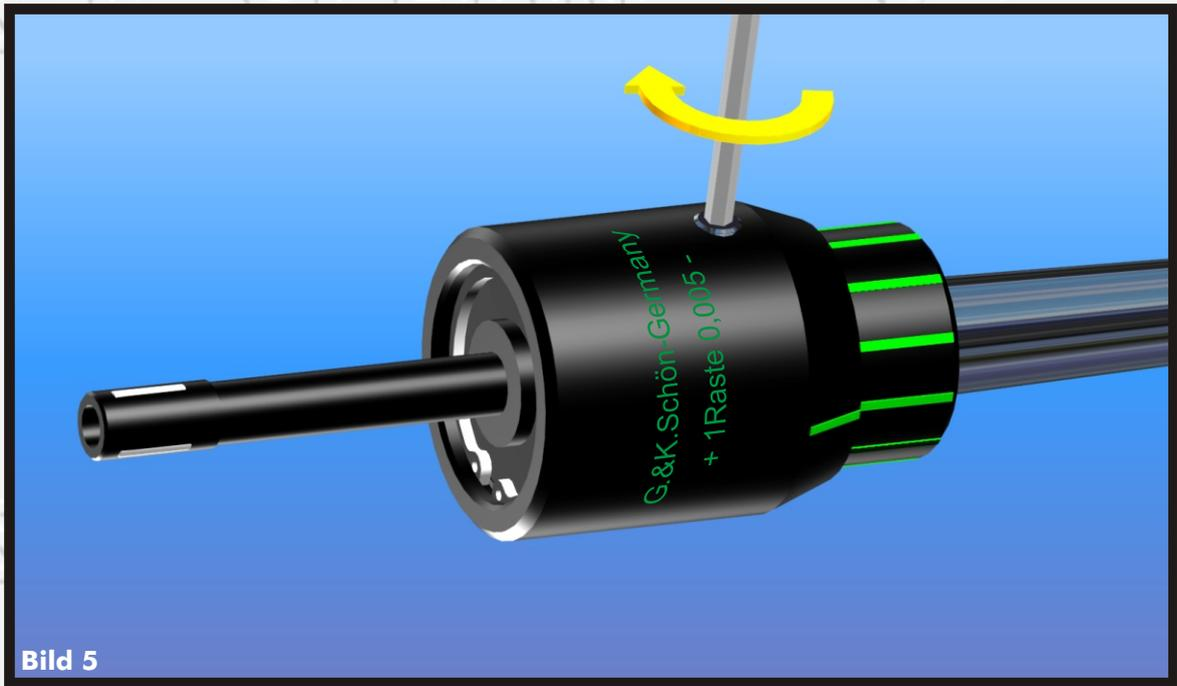

Bild 5
- > Sichern Sie die Einstellung durch Anziehen des Gewindestiftes im Gehäuse. (Bild 5)